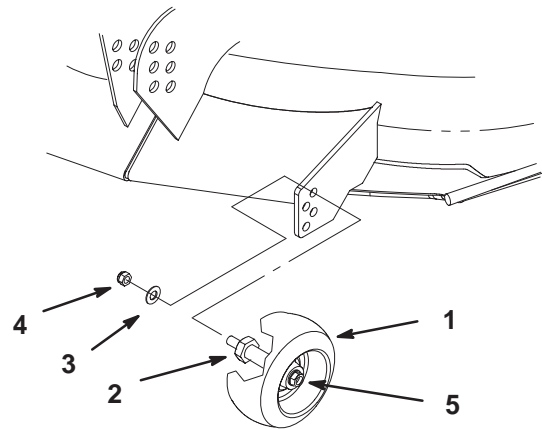

Figure 15
1. Lorsque la hauteur de coupe est réglée, enlevez l'écrou et la rondelle tout en maintenant le goujon avec une clé (Fig. 15).
**Remarque :** N'enlevez pas l'écrou et la rondelle de la roue (Fig. 15).
2. Choisissez le trou requis pour que la roue de jauge soit à 9,5 mm du sol pour la hauteur de coupe utilisée (Fig. 15).
3. Remettez l'écrou et la rondelle sur le goujon (Fig. 15).